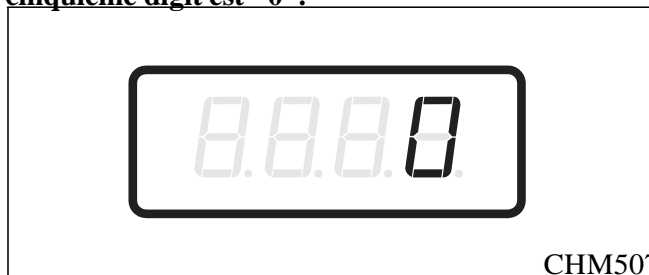

Figure 15
4. Lorsque "AtS3" s'affiche, appuyer sur la touche DEMARRAGE (Enter). Le Prix de vente #3 comprend cinq digits. Le cinquième digit s'affiche et clignote par intervalles d'une seconde. Se référer à la *Figure 15*.